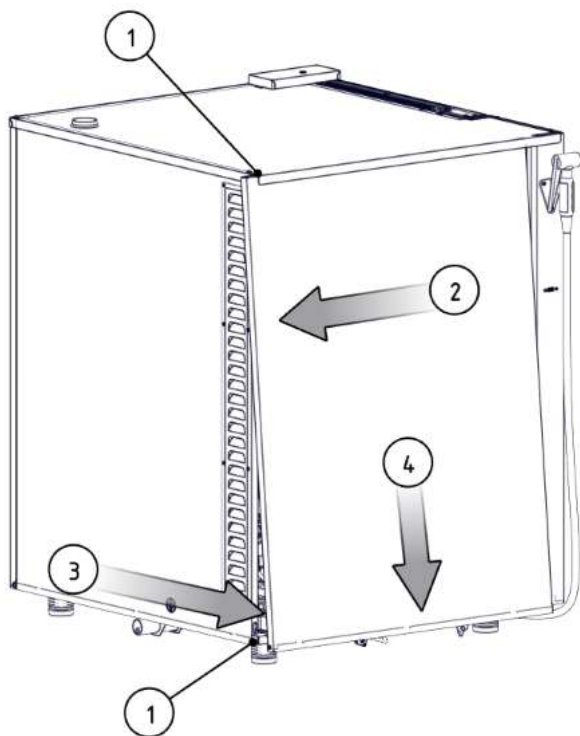

Рис. 20 – Снятие левой стенки
3. Снять левую стенку открыв 2 винта (поз.1, рис. 20) и выполнив последовательно действия, обозначенные 2,3 и 4